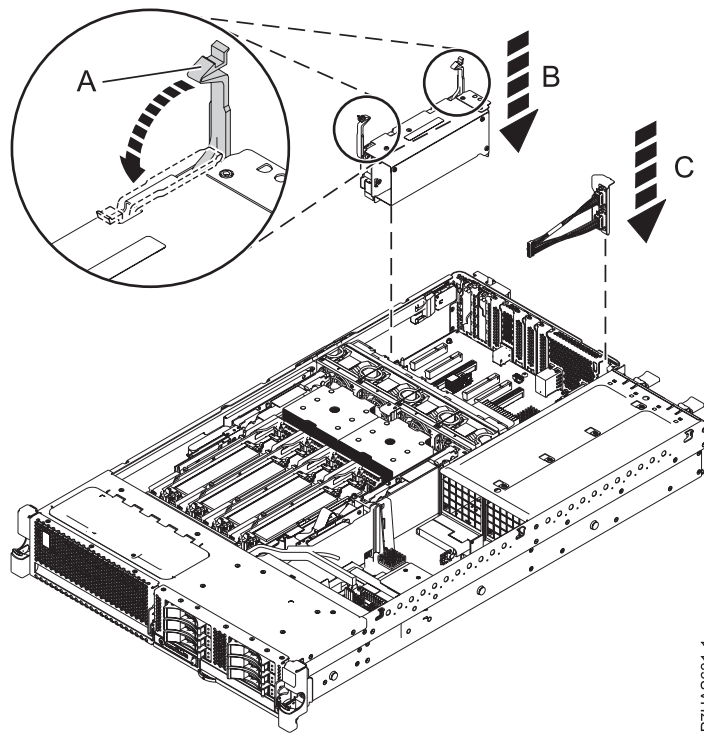
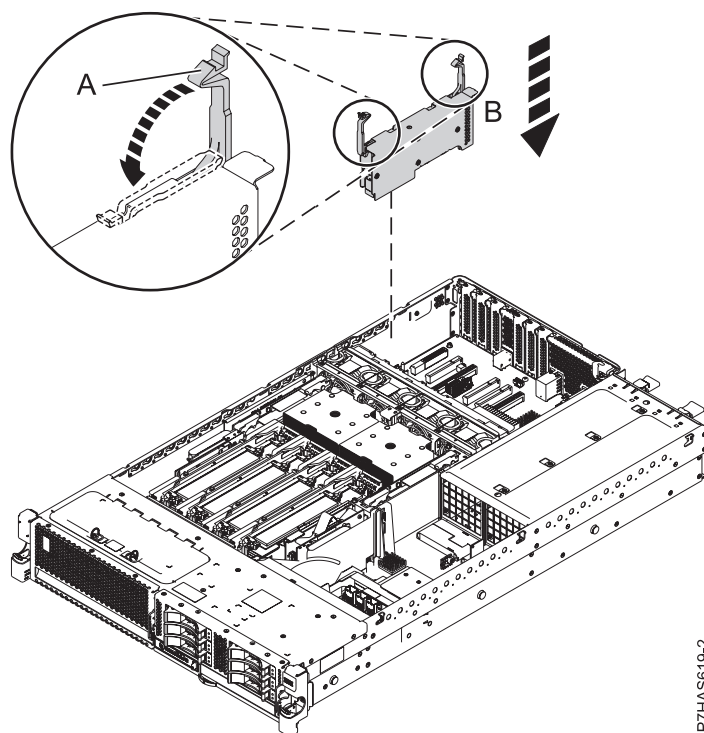

Figure 2. Installation de l'adaptateur GX à code dispositif EJ0G dans un système
Figure 3. Installation de l'adaptateur GX à code dispositif EJ0H dans un système
9. Préparez l'installation du nouvel adaptateur en tirant sur les taquets de l'adaptateur **(A)** afin de les mettre en position ouverte. La figure 2, à la page 4 illustre l'installation de l'adaptateur FC EJ0G sur le système et figure 3, à la page 4 illustre l'installation de l'adaptateur FC EJ0H sur le système.
12. Faites pivoter les taquets **(A)** en position verrouillée, comme illustré dans la figure 2, à la page 4 et la figure 3, à la page 4.
- a. Saisissez avec précaution l'assemblage de câble SPCN 2 ports à code dispositif EJ0G **(C)** (voir la figure 2, à la page 4) par la partie supérieure du taquet de la contre-poupée et alignez-le avec l'emplacement GX 1 (P1-C1) situé à l'arrière du châssis.